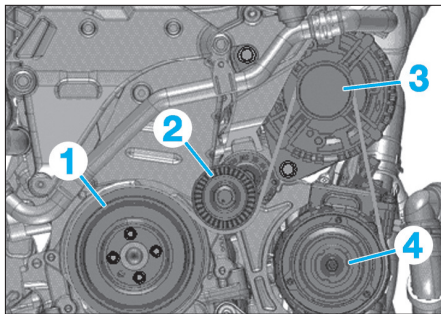

FIG. 8
- Poser la courroie dans l'ordre indiqué (Fig.8).